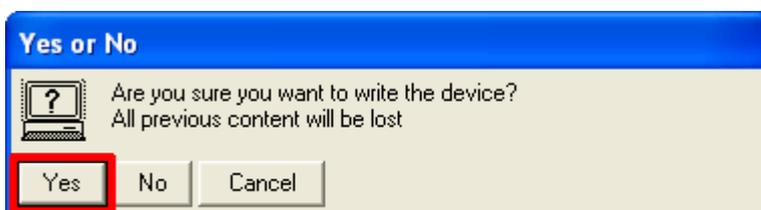

Рис. 14.2 –Окно Yes or No.
3.27 В меню главного окна (рисунок 14.1) нажать на значок Write Device (позиция 1). В появившемся окне (рисунок 14.2) нажать YES (позиция 1). Должна появиться линейка процесса. Дождаться завершения процесса. По завершении должно появиться сообщение Write Successful, нажать OK (рисунок 14.3).